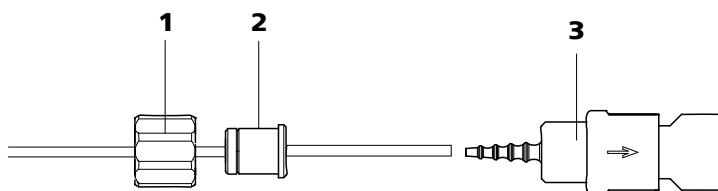

图 25 安装带过滤器的泵管接口
- **情况 A：带过滤器** 6.2744.180 （参见图 25，第 41 页）的泵管接口或